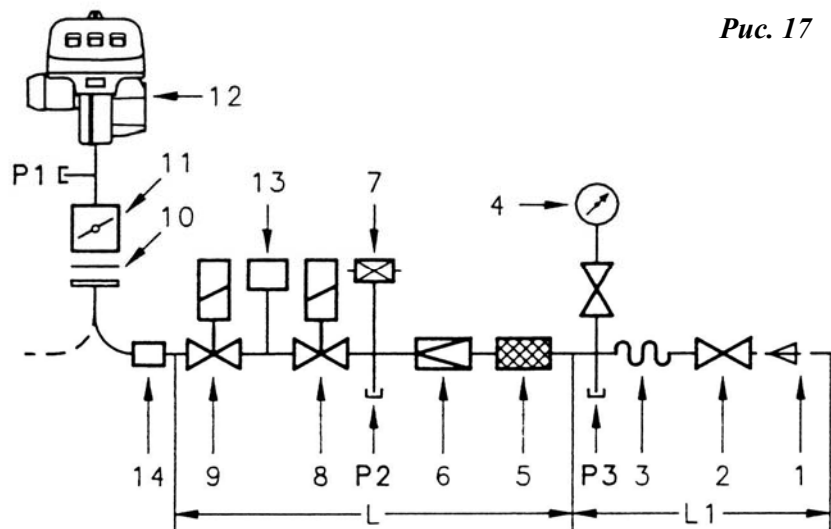

Рис. 17
- Электромагнитные газовые клапаны 8–9 (рис. 17) должны располагаться как можно ближе к горелке, с тем чтобы за 3 секунды — интервал безопасности — газ успел дойти до головки горелки.